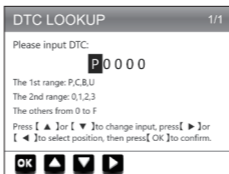

Figura 6.1.2
1. Selecciona BUSCAR y presiona [OK] para acceder a esta función. (Ver la Figura 6.1.2) Presiona las teclas de flecha (Arriba y Abajo) para cambiar la entrada, luego presiona las teclas de flecha nuevamente (Izquierda y Derecha) para seleccionar la posición. Pulsa [OK] para confirmar.